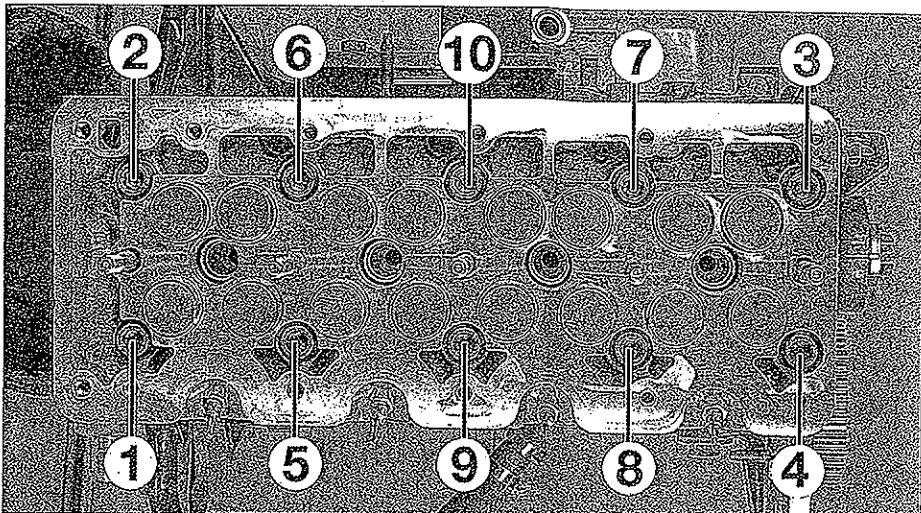

FIG. 30
- Aflojar los 10 tornillos de culata, una primera pasada a 180° y una segunda pasada a 360°, siguiendo el orden del aflojado (fig. 30).